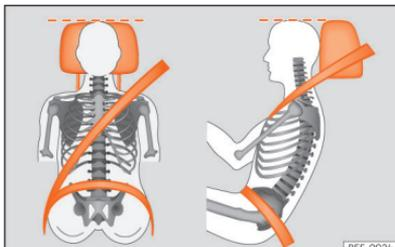

Fig. 15 Faixa do cinto de segurança e encosto de cabeça corretamente regulados.
o mais próximo possível da altura dos olhos »» **Página 104**. Mantenha a nuca o mais próximo possível do encosto de cabeça »» **Fig. 15**.
- Ajuste longitudinalmente o banco, de modo a poder carregar a fundo nos pedais com os joelhos ligeiramente fletidos e a ficar uma distância entre a zona dos joelhos e o painel de instrumentos de pelo menos 10 cm [4 polegadas] »» **Fig. 15**.